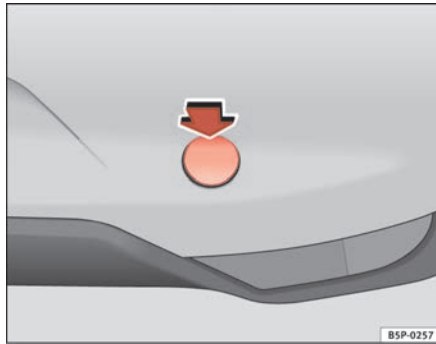

Abb. 207 Abdeckung für Abschleppöse hinten
- Die Abdeckung durch Druck auf die Oberseite in Richtung des Pfeils lösen ⇒ Abb. 207.